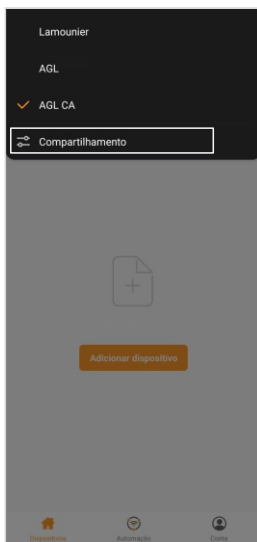

Figura 2
2. En la ventana emergente, seleccione la opción **“Compartir”** (figura 2) y la opción **“Añadir ambiente”** (figura 3) de la siguiente página.